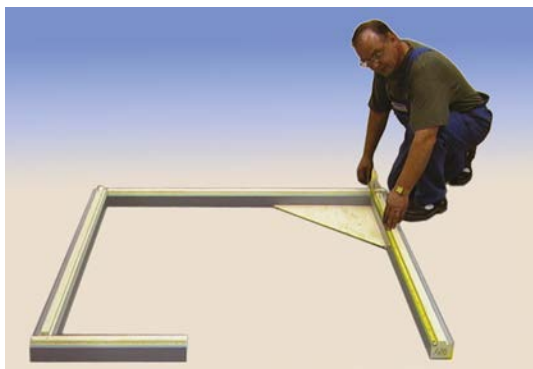

Bild 6. Montering av sockeln, kontrollera att hörnen är raka
- När du monterat balkarna, kontrollera de yttre måtten samt korsmåtten. Kontrollera sockelstommens planhet (bild 6). Den nedre delens höjdskillnader måste justeras senast i detta skede. Borra hål i socklar och golv och fäst balkarna i golvet med de medskickade exenterlåsena.